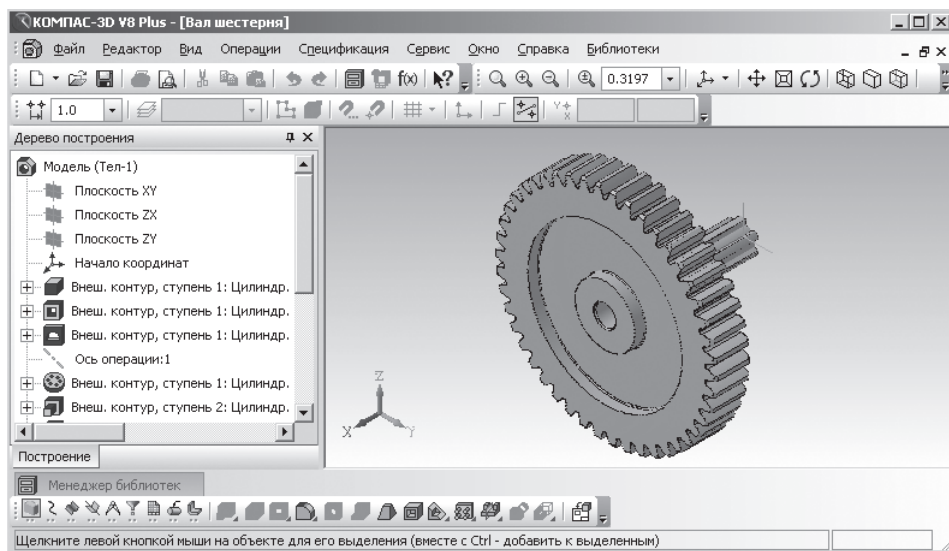

Рис. 3.38. Результат генерации твердотельной модели
- щелкните в выпадающем меню по пункту **Генерация твердотельной модели**. Начнется процесс генерации твердотельной модели. Результат генерации твердотельной модели показан на рис. 3.38.